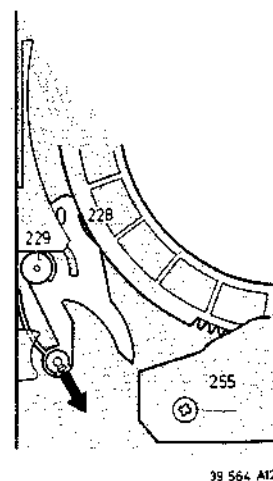

Fig. 3-1-9
- Klapphebel nach Entriegeln leicht aufheben, danach nach rechts drehen und heraushebeln. Abb. 3-1-9